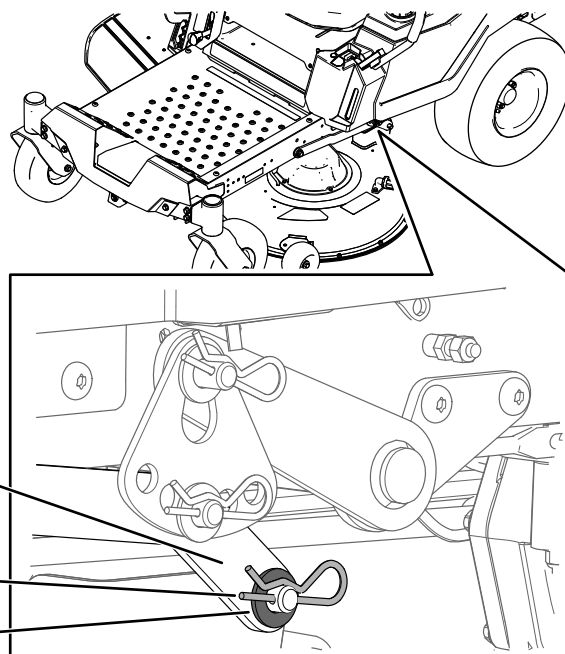

**Bild 74**
7. Entfernen Sie auf einer Seite der Maschine die Unterlegscheibe und den Splint vom Mähwerksstift (Bild 74).
8. Entfernen Sie den Hubarm vom Mähwerksstift (Bild 74).
5. Heben Sie auf einer Seite der Maschine die Rückseite des Mähwerks an und montieren Sie den Hubarm am Mähwerksstift (Bild 74).
6. Montieren Sie den Hubarm mit der Unterlegscheibe und dem Splint (Bild 74).